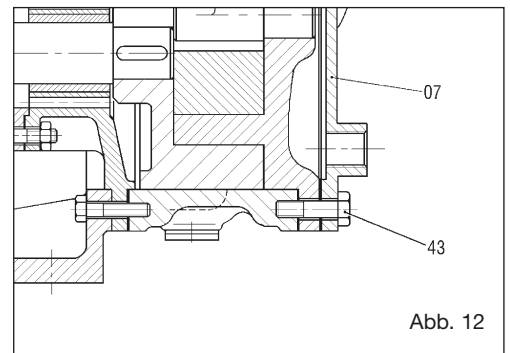

Abb. 12
- ❑ Falls die Pumpe mit einer Heizkammer auf der Abdeckung ausgestattet ist (07), so wird diese von der Abdeckung getrennt, sobald die Schrauben (43) entfernt werden (siehe Abb. 12).